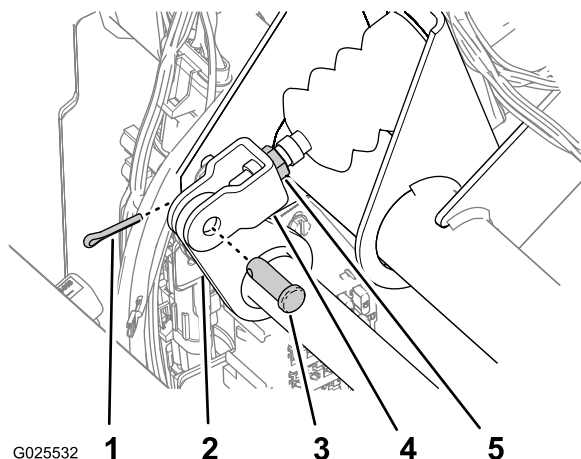

Figure 76
2. Retirez la goupille fendue et l'axe de chape qui fixent la chape du maître-cylindre au pivot de la pédale de frein (Figure 76).
6. Fixez la chape au pivot de la pédale au moyen de l'axe de chape et de la goupille fendue (Figure 76).
7. Serrez l'écrou de blocage qui fixe la chape à l'arbre du maître-cylindre (Figure 76).
4. Desserrez les écrous de blocage qui fixent la chape à l'arbre du maître-cylindre (Figure 76).
5. Réglez la chape jusqu'à ce que les trous soient alignés sur celui du pivot de la pédale de frein (Figure 76).